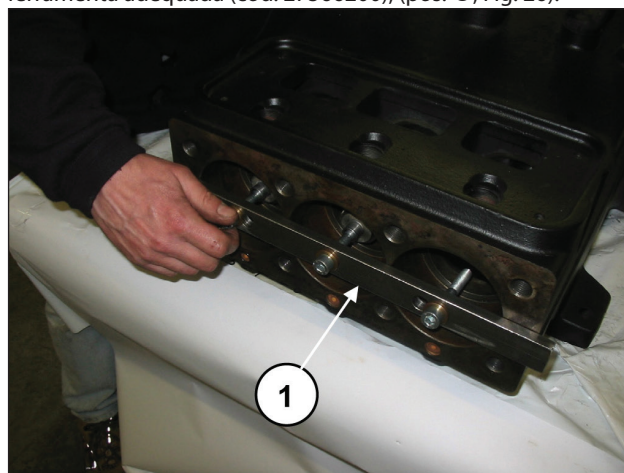

Fig. 26
Avance as semi-bielas na direção da parte hidráulica, para permitir a fuga do eixo. Para facilitar a operação, use a ferramenta adequada (cód. 27566200), (pos. ①, Fig. 26).